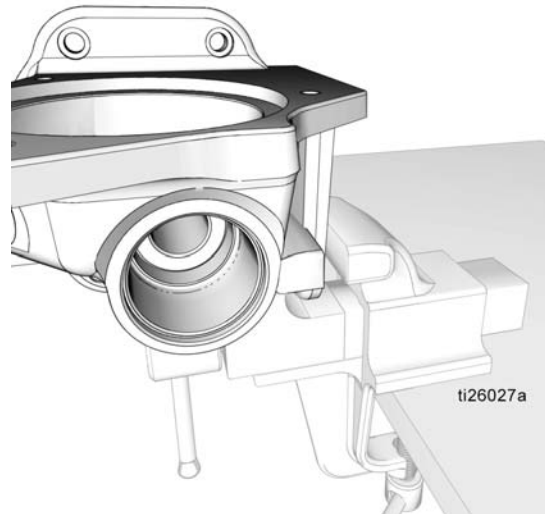

图 40
4. 将泵底座 (1) 重新放置在老虎钳上，如图 40 所示。